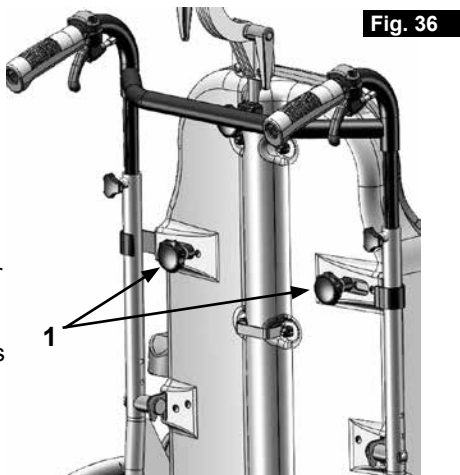

Fig. 36
En desserrant les molettes (1), vous pouvez régler les poignées à la hauteur qui vous convient. Après avoir réglé la hauteur des poignées, pensez à toujours resserrer les molettes (1) (Fig. 36).